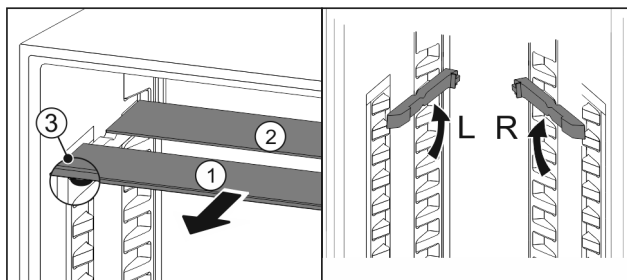

Fig. 163
- Træk glaspladerne ud enkeltvis fremad Fig. 163 (1).
- Glaspladen Fig. 163 (1) med pyntelisten ligger foran.
- Stoppene Fig. 163 (3) peger nedad.